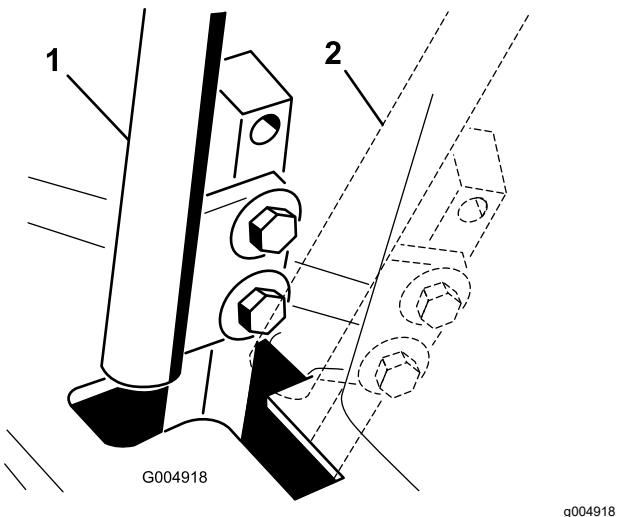

Figura 89
4. Mueva la palanca de control a la posición de PUNTO MUERTO, pero no a la posición de bloqueo (Figura 89).
6. Compruebe la posición de la palanca de control con relación a la muesca de la consola (Figura 89).